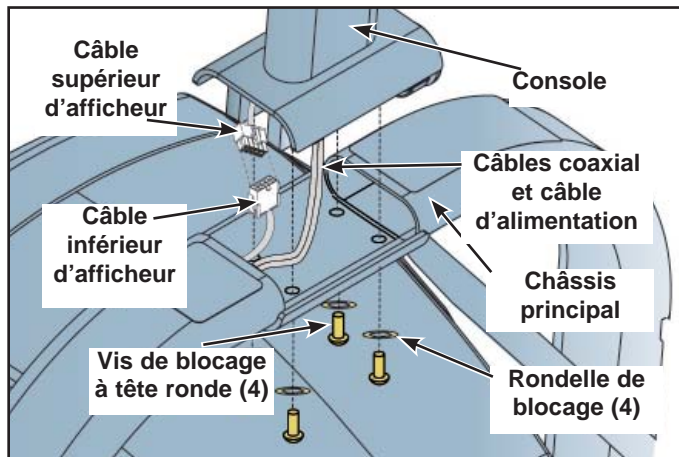

Figure 21
- B. Branchez le câble de l'afficheur supérieur dans le câble de l'afficheur inférieur, dans le châssis principal. Reportez-vous à la figure 21.
- C. Tandis que 8 po (20 cm) des câbles coaxial et d'alimentation (B) sortent du dessus de la console, tirez le surplus des câbles coaxial et d'alimentation hors du bas du châssis principal.
- D. Placez la console à sa place sur le châssis principal et insérez manuellement chacune des quatre vis de blocage à tête ronde et des quatre rondelles de blocage. Reportez-vous à la figure 21.